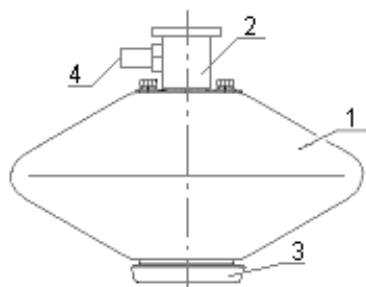

Рис. 1 – Конструкция МПП
4.1 Конструкция МПП приведена на рис. 1².